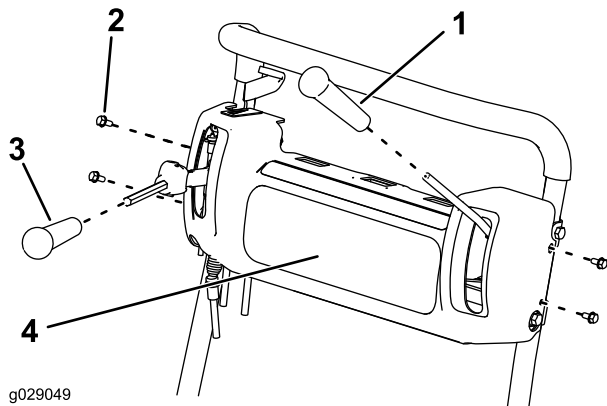

图3
6. 卸下刹车杆和牵引杆手柄 图3。
7. 拆下并丢弃控制台盖子 图3。